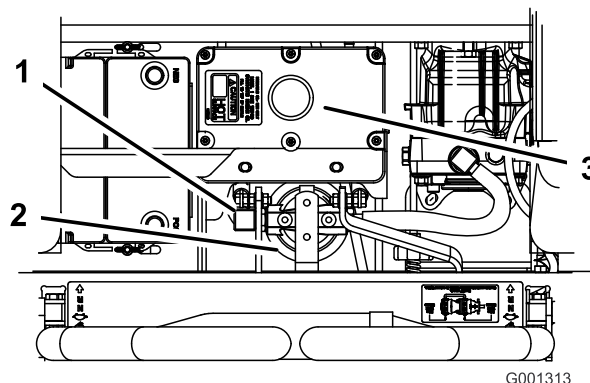

Figura 71
4. Togliete il tubo idraulico destro che entra nel riduttore (Figura 71).
6. Montate il tubo idraulico destro nell'adattatore (Figura 71).